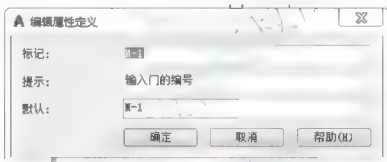

图 3.69 【编辑属性定义】对话框
(4) 如果需要修改已经定义的属性值,可执行【文字编辑】命令(快捷键 ED)。在选择注释对象或[放弃(U)]:提示下,选择刚才定义的属性值 M-1,则会弹出如图 3.69 所